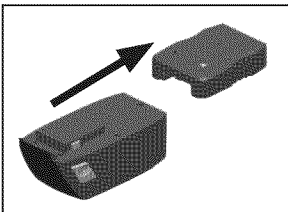

Figure 3 - Retirez le chargeur
4. Débranchez le chargeur. Retirez la pile en la faisant glisser (Voir la Figure 3).